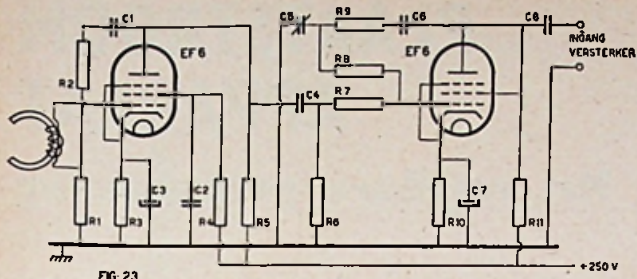

FIG. 23
male versterker aanwezig was. Hiervoor schakelen we een voorversterker met twee buizen, t.w. één penthode en één triode (of een als triode geschakelde penthode). Fig. 23 laat de schakeling hiervan zien. De door mij gebruikte buizen zijn 2 x EF6, waarbij er wel op gelet dient te worden, dat vele EF 6-jes behoorlijk brommen tengevolge van gloeidraad inductie. Een „brom-potmeterijtje“ over de gloeidraad is dan ook noodzakelijk. De combinatie 6SJ7 (metaal) en 6C5 (metaal) voldoet eveneens uitstekend. Het Rimlock-type EF40 is ook buitengewoon geschikt. De versterking hiervan is zelfs hoger en de buis is minder microfonsisch dan de EF6, die bij mij verend staat opgesteld (de eerste buis). De juiste frequentie-karakteristiek is te verkrijgen door tegenkoppeling. De eerste EF6 is spannings tegengekoppeld door middel van R1—R2—C1. De frequenties beneden 3 kHz worden hierdoor opgehaald. De tweede als triode geschakelde EF6 heeft een dubbele tegenkoppeling, ten eerste voor de allerlaagste frequenties (beneden ca. 150 Hz). Hiervoor zorgt C6. Afhankelijk van de gebruikte hoofdversterker, of radiotoestel, varieert deze tussen 1000 en 2500 pF. Bij een praktisch rechte hoofdversterker is C6 ong. 2200 pF (deze waarde wordt door mij gebruikt). De tegenkoppeling voor de opjaging der hoogste frequenties (boven ca. 3 kHz) kan worden geregeld door de trimmer C5 van 30 pF. Eén en ander moet natuurlijk even proefondervindelijk worden ingesteld, omdat: ten eerste niet alle kopjes gelijk zullen zijn — hier is de spleetbreedte zeer maatgevend—; ten tweede de gebruikte hoofdversterkers afwijkingen zullen vertonen en ten derde een heel belangrijke factor, die bovendien niet meetbaar is: de persoonlijke smaak.
B. Weergave via voorversterker volgens fig. 23 met hierachter een rechte hoofdversterker, output gemeten met lampvoltmeter en afgenomen van anode eindbuis via $1 \mu\text{F}$, secundaire belasting van de uitgangstrafo met een weerstand van 5 Ohm.
Kies met zorg de onderdelen voor de voorversterker. Weerstanden van minder goede kwaliteit veroorzaken ruis (vooral R1, 2, 5, 6 en 7, fig. 23). Ook de condensatoren moeten van zeer goede kwaliteit zijn, inductie- en lek-vrij. Als b.v. de cond. van $1 \mu\text{F}$ in fig. 20 niet volkomen lek-vrij is, ontstaat al direct bij de opname ruis.